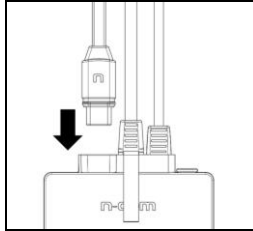

Fig. 29
- Alinear el conector del teclado al ebox (Fig. 29).